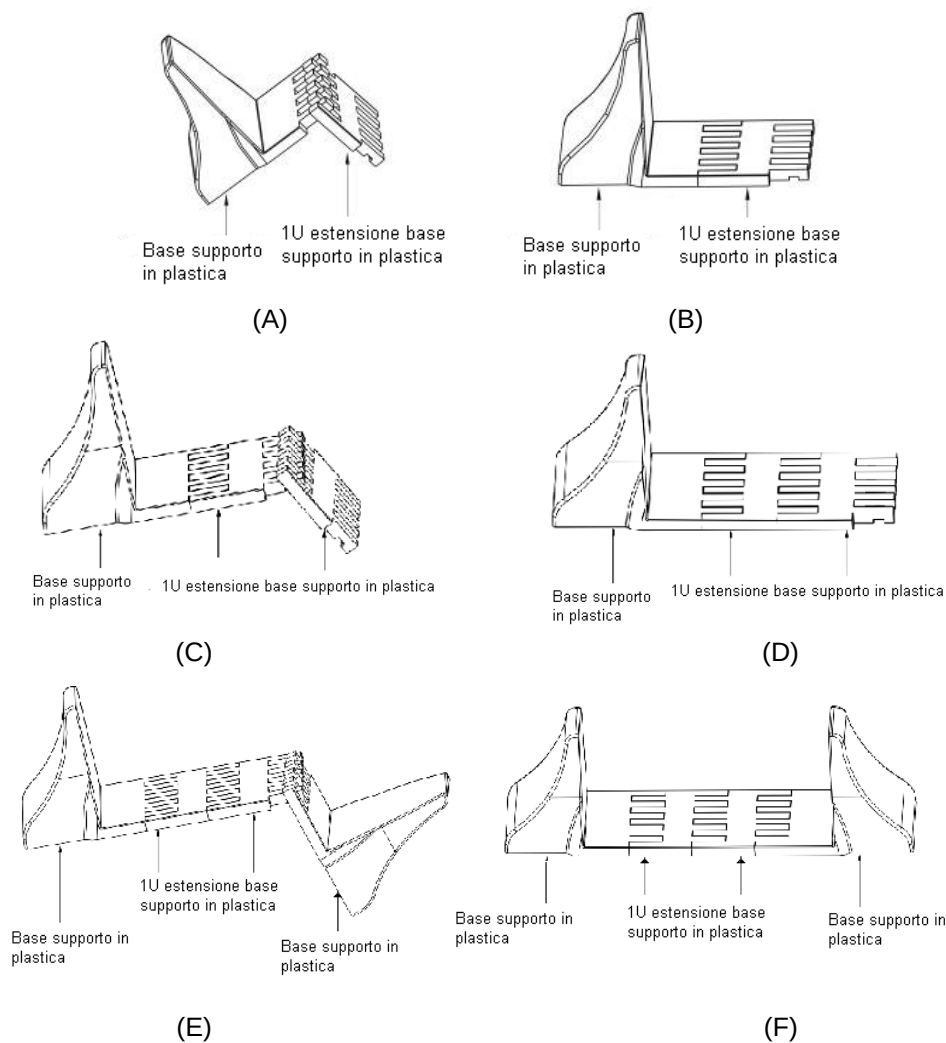

Figura 14 Aggiunta della base in plastica per includere un EBP
- ③ Se si deve installare anche un cabinet espansione batterie (EBP) a fianco dell'UPS l'installazione della base in plastica è la stessa, la differenza sta nel fatto che 1U base in plastica va aggiunta nel mezzo (rif. figura 14 da A a F).